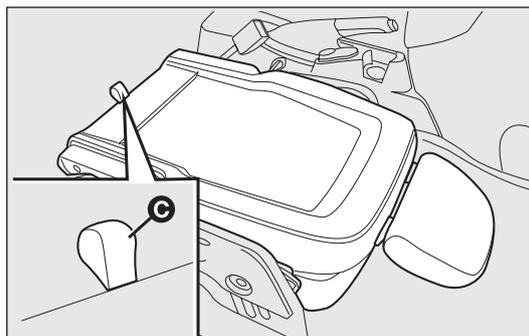

fig. 24
- ❑ tirare la linguetta C-fig. 24 e spingere ulteriormente lo schienale verso il basso: il sedile è in questo modo completamente ripiegato.